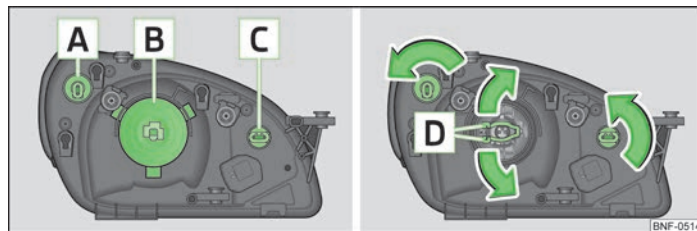

Fig. 122 Faro izquierdo - compartimento del motor: Disposición/desmontaje de lámpara
**A** - intermitente delantero » fig. 122
- Girar el portalámparas **A** » fig. 122 hasta la tope en el **sentido contrario** al de las agujas del reloj y retirarlo.
- Retirar el conector en la bombilla **B** » fig. 122.
- Girar el portalámparas **C** » fig. 122 hasta el tope en el **sentido contrario** al de las agujas del reloj y retirarlo.